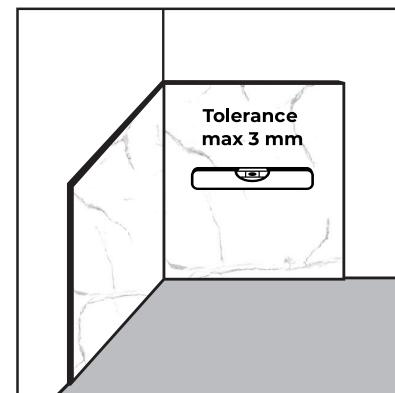

Figure 2
1. Vérifiez la planéité du mur que vous installez les panneaux à l'aide d'un niveau de cinq pieds (1,5 mètres) (Figure 2).